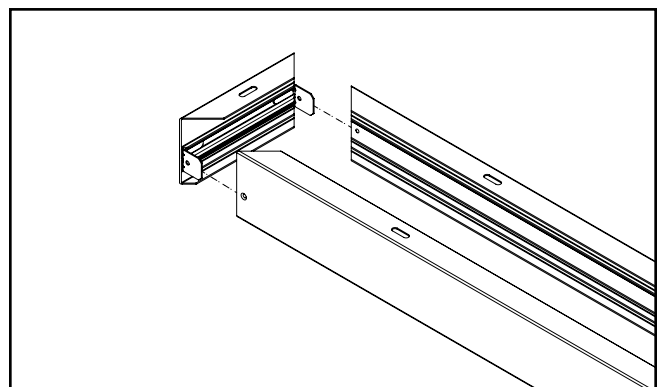

Figura 2.
- A2. Una un riel corto con los rieles largos insertando la pata sobresaliente de cada soporte en L- en la ranura correspondiente en el riel largo. Repita en el lado opuesto para formar un rectángulo. (Figura 2.)